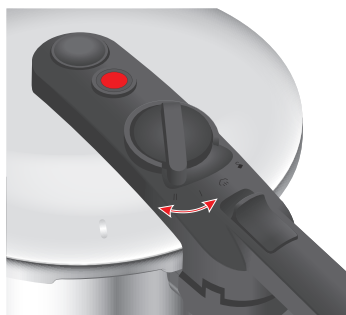

Fig. 11: Ajustar nivel de cocción
1. Ajuste el nivel de cocción deseado mediante el regulador de presión (véase fig. 11).